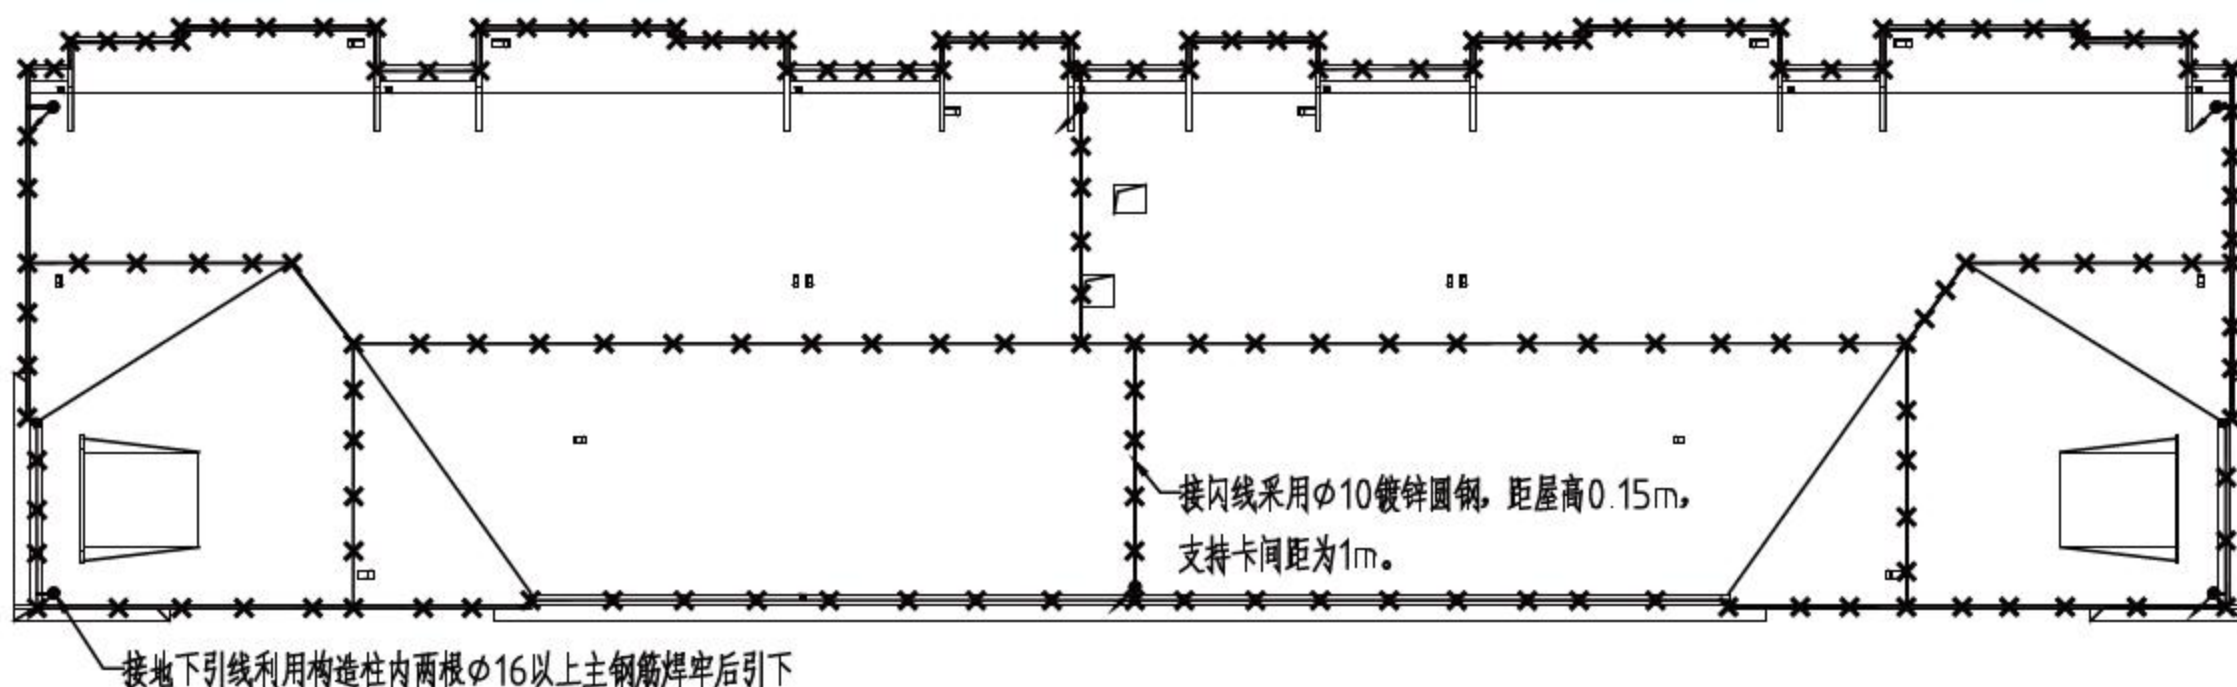

图12-30 引线标注
**02** 调用MT【多重引线】命令，为平面图绘制引线标注，结果如图12-30所示。